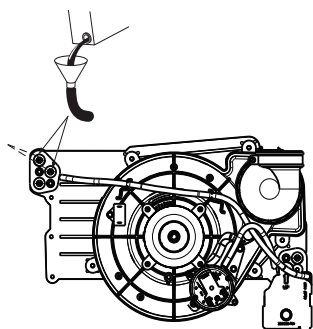

Fig. 61 – Amorçage du siphon de condensat
1. Retirez les bouchons de vidange central et supérieur de la boîte collectrice, à l'opposé du siphon de condensat. Consultez la Fig. 61.